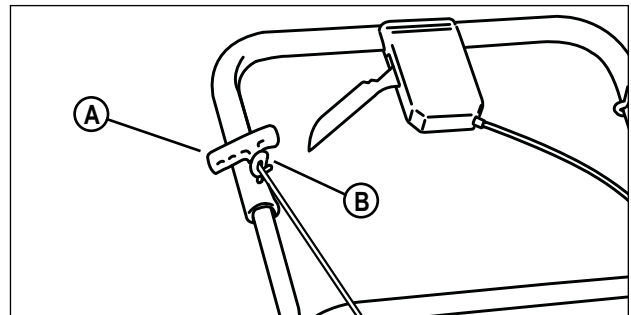

Figure 3 : Fixation de la poignée du cordon de démarrage
7. Pressez le levier d'arrêt du moteur contre le manche (Référez-vous à la section intitulée "Lever d'arrêt du moteur"). Tirez doucement la poignée du cordon de démarrage (**A, Figure 3**) jusqu'au guide de cordon (**B**), tournez le cordon dans son guide placé sur le côté droit du manche.